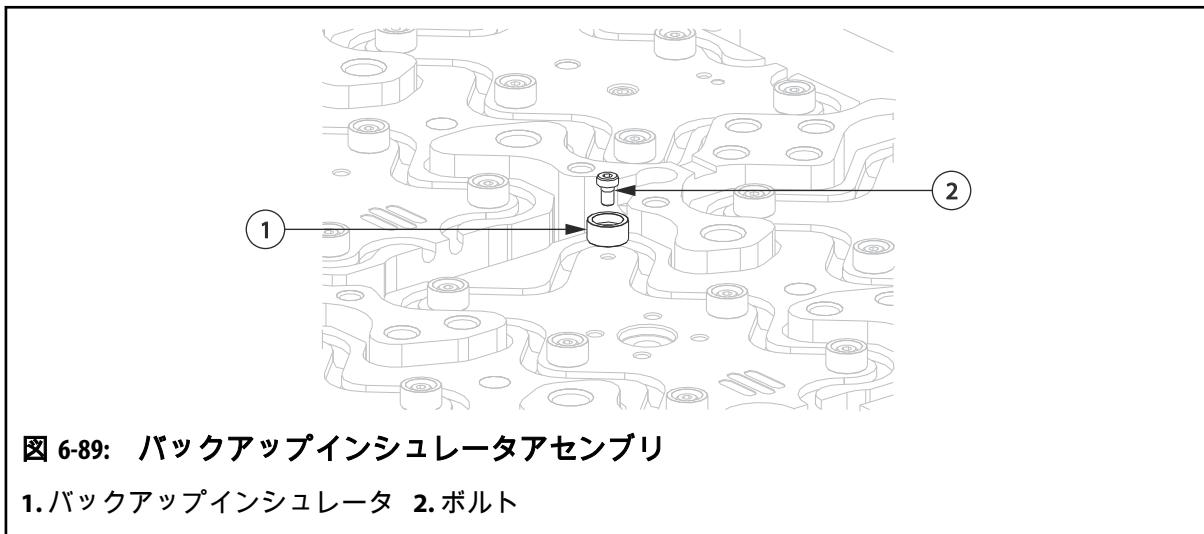

図 6-89: バックアップインシュレータアセンブリ
9. マニホールドにバックアップインシュレータを取り付けます。詳細については、図 6-89 を参照してください。